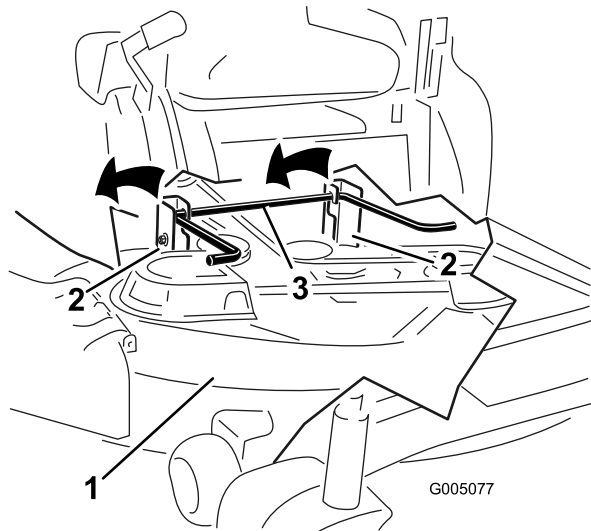
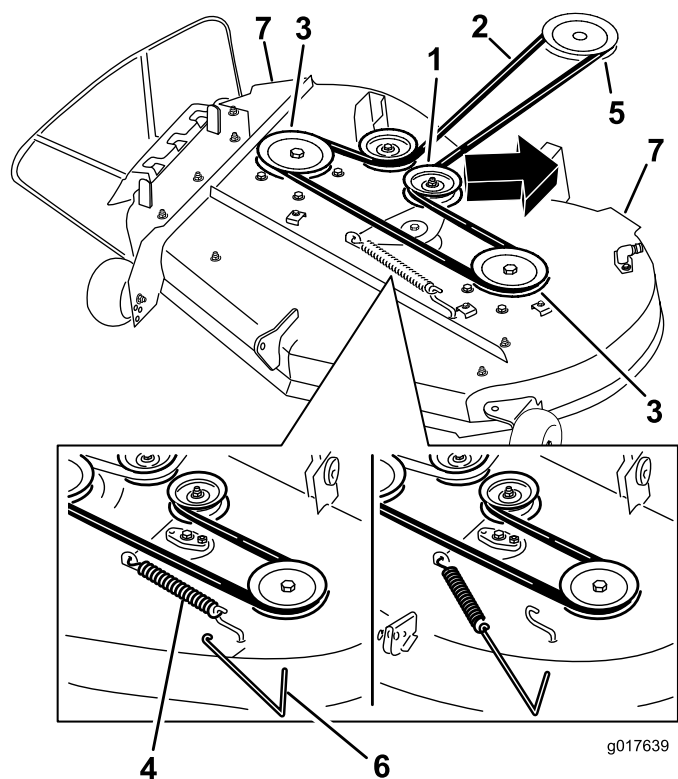
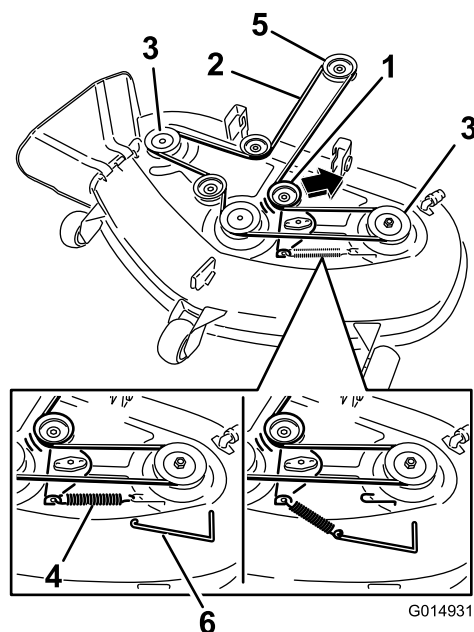

Figure 58
Figure 60
Figure 61
5. En vous aidant des poignées, soulevez le tablier de coupe et les supports pour les dégager de la tige de levage arrière et abaissez le tablier au sol avec précaution (Figure 58 et Figure 60).
5. À l'aide d'un outil de dépose de ressort (réf. Toro 92-5771), décrochez le ressort du crochet sur le tablier pour éliminer la tension sur la poulie de tension et déchaussez la courroie des poulies (Figure 60 et Figure 61).
- Acheminez la courroie neuve autour de la poulie du moteur et des poulies du tablier de coupe (Figure 60 et Figure 61).
- À l'aide d'un outil de dépôt de ressort (réf. Toro 92-5771), accrochez le ressort au crochet situé sur le tablier, ce qui a pour effet d'exercer une tension sur la poulie de tension et la courroie du tablier de coupe (Figure 60 et Figure 61).
- Soulevez l'arrière du tablier de coupe et guidez les supports sur la tige de levage arrière (Figure 58).
5. Fixez l'ensemble tige et ressort en le tournant de sorte à pouvoir placer l'extrémité courte de la tige derrière le support avant soudé au tablier de coupe (Figure 58).